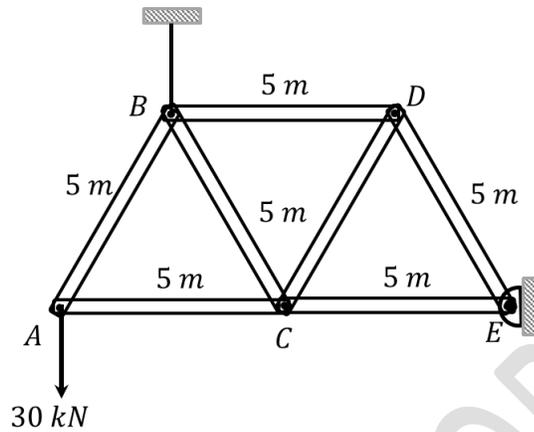

Fig. 5.13.
5.4.- La armadura mostrada en la Fig. 5.13 consiste de siete barras rígidas. La armadura se sujeta mediante una cuerda en el nudo B, mientras que en el nudo A se aplica una fuerza de 30 (kN). En el punto E la armadura tiene un pasador fijo con la pared. Usando el método de las secciones, determinar las fuerzas internas en las varillas BD, BC, AC, CD, y CE indicando si están en tensión o compresión.